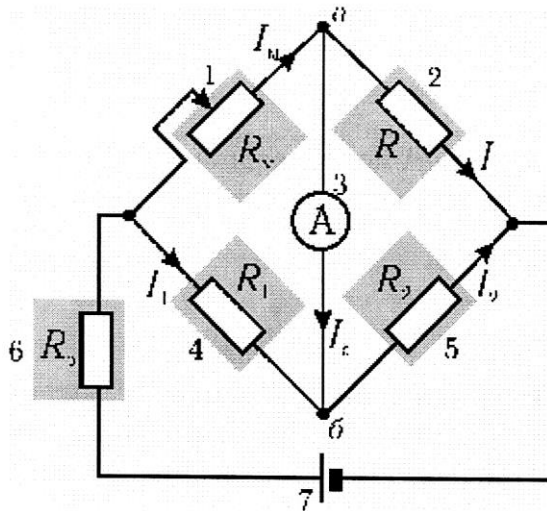

Рис. 3.2. Электрическая схема простейшего моста Уитстона:
2. Метод измерений с помощью моста постоянного тока. Измерительные мосты – это **высокоточные** приборы, предназначенные для измерения электрических сопротивлений, ёмкостей, индуктивностей и других параметров методом уравновешенных мостовых цепей. На рис. 3.2 приведена схема простейшего моста (мостик Уитстона), который используется для измерения сопротивлений.